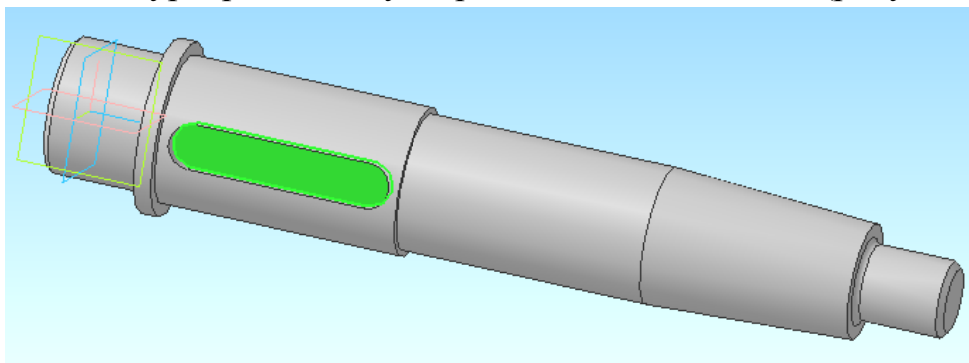

Рисунок 3.1 – 3D модель вала
4) Укажите курсором плоскую грань шпоночного паза (рисунок 3.1).